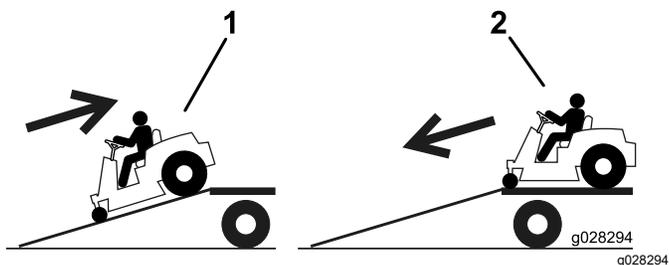

Figura 15
2. Desça a rampa em marcha para a frente (Figura 15).